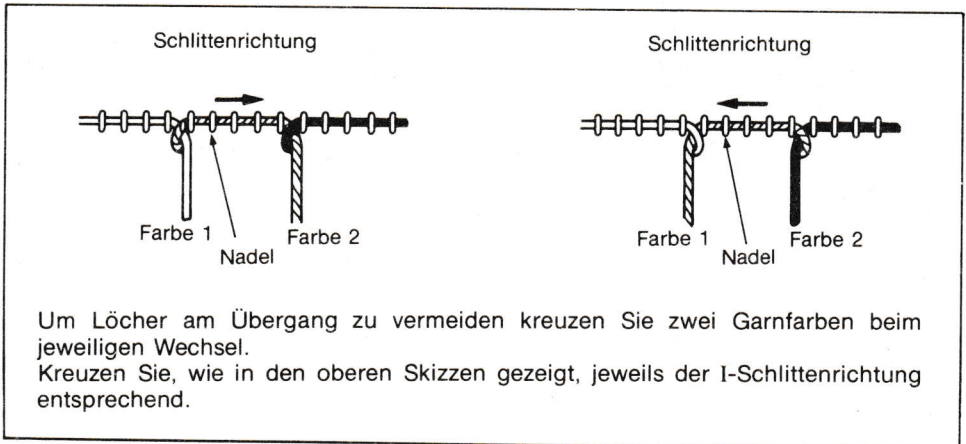

Bild 12
(7) Intarsienstricken 2. Reihe
Wie in der ersten Reihe legen Sie die Garnfarben vom I-Schlitten her nacheinander über die Nadelhaken. Wie im Bild 12 gezeigt kreuzen Sie bei jedem Garnwechsel die Fäden. Wiederholen Sie die Punkte (6) und (7).